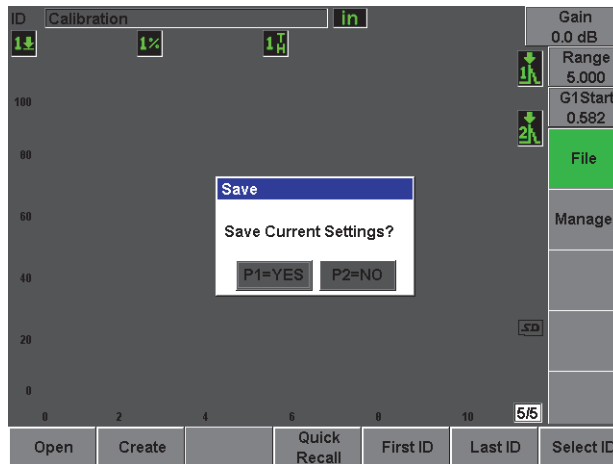

Figura 2-21 Finestra di dialogo Save
10. Premere **Save** (salva) [vedi Figura 2-21 alla pagina 51].